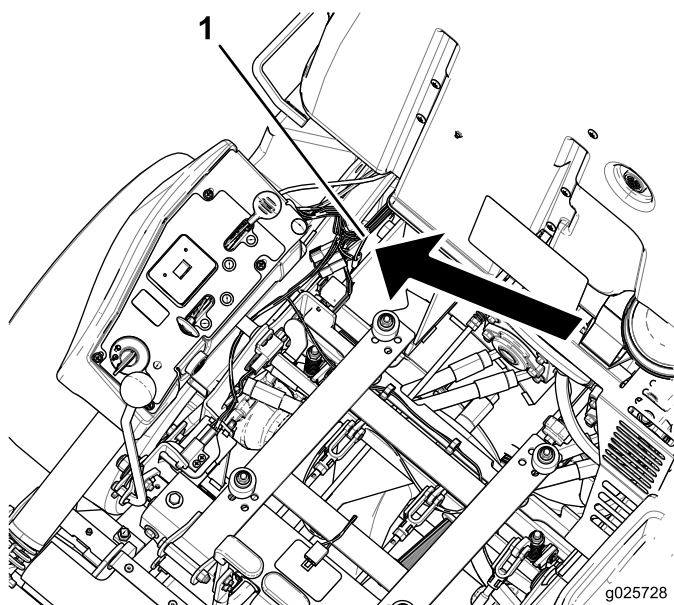
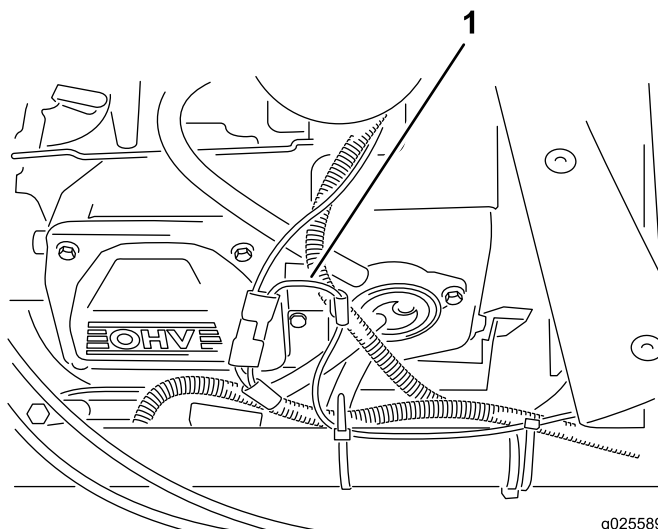

Figure 18
Figure 19
- 3. Branchez le faisceau du kit au faisceau de la machine muni du connecteur moulé correspondant, situé près du côté arrière droit du siège ou près des relais de la machine (Figure 18 ou Figure 19).